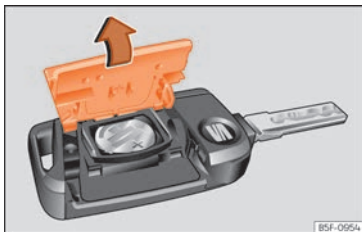

Fig. 87 Llave del vehículo: apertura de la tapa del compartimento para la pila.
- Retire la tapa en la parte trasera de la llave del vehículo » » » **fig. 87** en la dirección de la flecha » » » **!**
- Coloque la tapa tal como se muestra » » » **fig. 87** y presiónela en la carcasa de la llave del vehículo en sentido contrario a la flecha hasta que encastre.